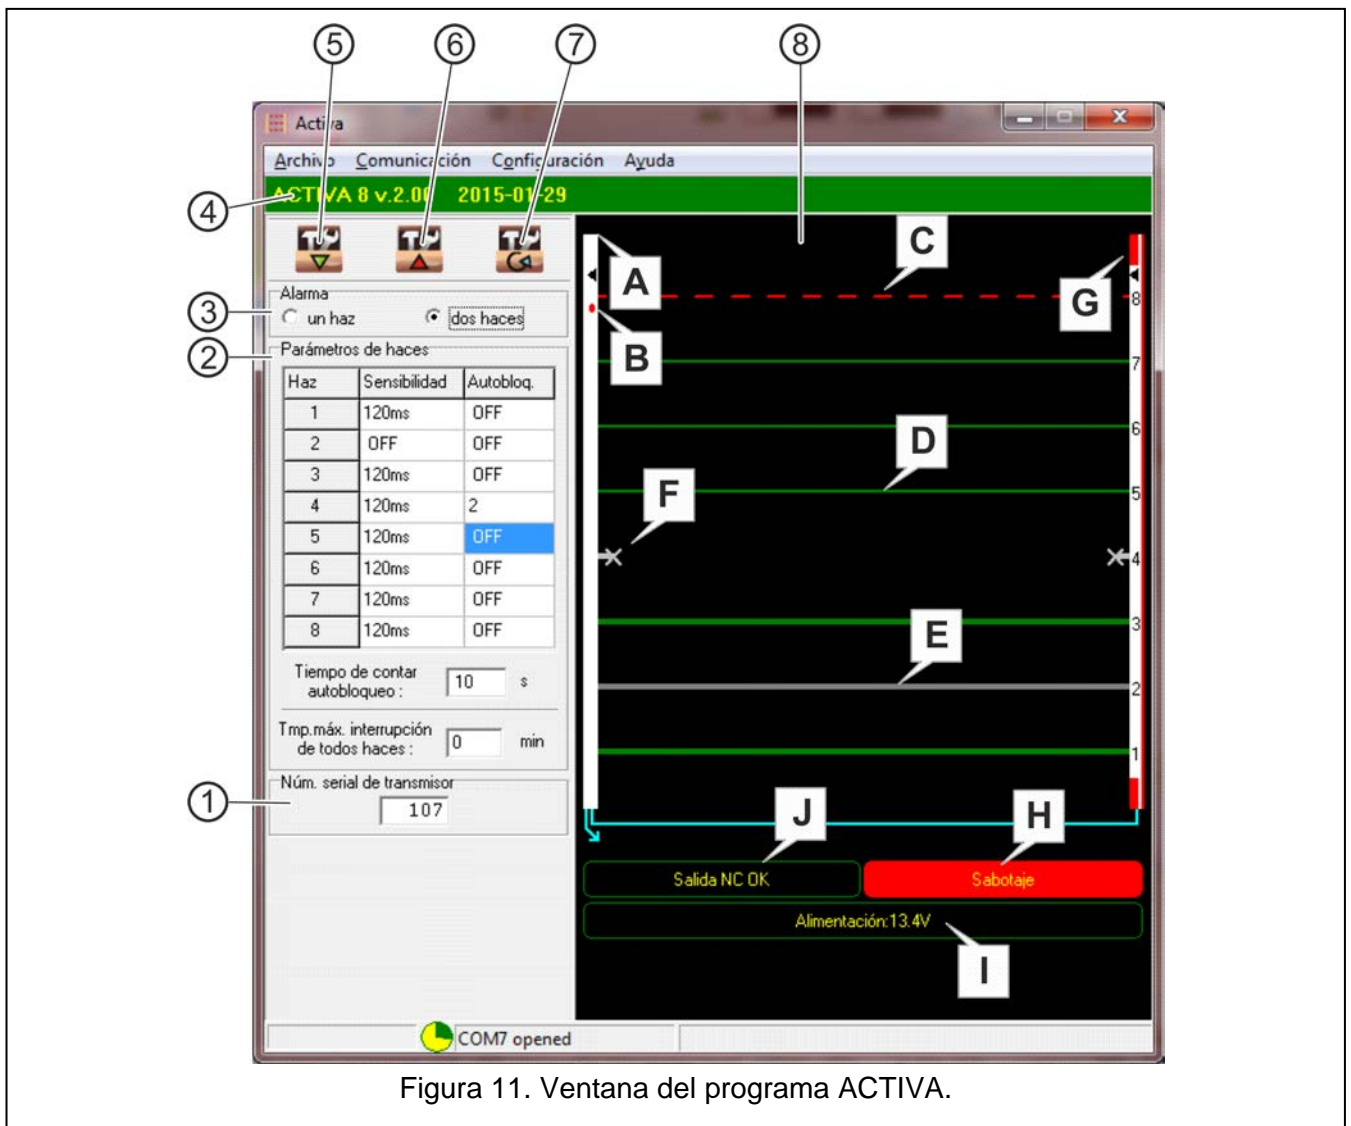

Figura 11. Ventana del programa ACTIVA.
Leyenda para la figura 11:
- G** Transmisor. El color rojo (como en la figura 11) significa que la entrada de sabotaje del transmisor fue violada,
- Sabotaje (como en la figura 11).
- Salida NC OK (como en la figura 11),